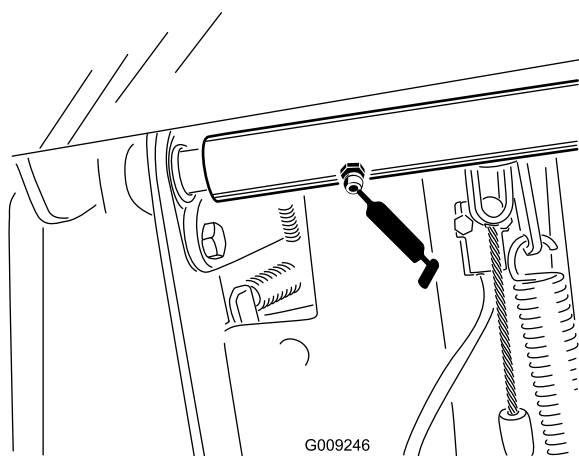

Figura 36
- Cojinetes del eje pivotante del pedal del freno (2) (Figura 36).